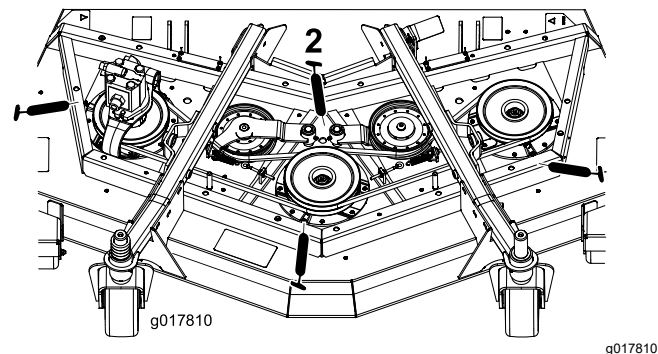

Figura 81
- Cojinetes de eje (3) (situados debajo de la polea) (Figura 81).
- Casquillos del pivote del brazo tensor (2) (Figura 81)